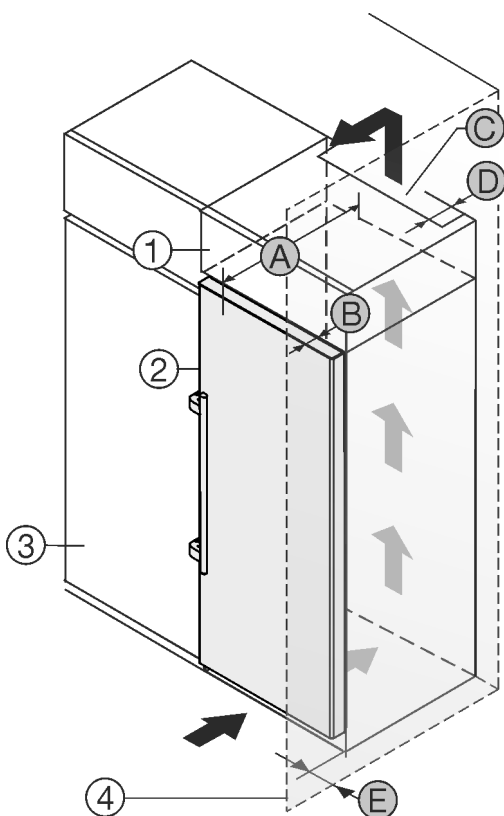

Fig. 2
- (1) Nástavná skříňka*
- (2) Přístroj*
- (3) Kuchyňská skříň*
- (4) Stěna*
- (5) Hloubka přístroje*
- (6) Hloubka dvířek*
- (7) Ventilační průřez*
- (8) Vzdálenost zadní strany přístroje*
- (9) Vzdálenost k zadní straně přístroje*
Můžete přístroj nainstalovat přímo vedle kuchyňské skříňky *Fig. 2 (3)*.*
Na zadní straně nástavné skříňky musí být větrací šachta hluboká *Fig. 2 (D)* přes celou šířku nástavné skříňky.*
Pod stropem místnosti musí být dodržen ventilační průřez *Fig. 2 (C)*.*
Když přístroj instalujete závěsy vedle stěny *Fig. 2 (4)*, musí být vzdálenost mezi přístrojem a stěnou minimálně 57 mm. To odpovídá přesahu madla při otevřených dveřích.*
Aby bylo možné dvířka plně otevřít, musí přístroj přesahovat o hloubku dvířek *Fig. 2 (B)* vůči přední linii kuchyňské skříňky. V závislosti na hloubce kuchyňských skříněk *Fig. 2 (3)* a použití vymezovačů odstupu od stěny může přístroj vyčnívat dále.*